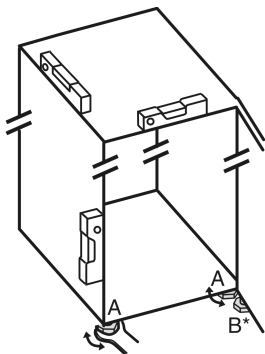

Fig. 4
- Odvrtite podesive nožice Fig. 4 (A) priloženim viličastim ključem i libelom prema van dok uređaj ne stoji čvrsto i ravno.
- Odvijte podesivu nožicu Fig. 4 (B) na podlošku ležaja priloženim viličastim ključem dok se ne podupre o pod.
- Nastavite okretati podesivu nožicu Fig. 4 (B) za 90°.